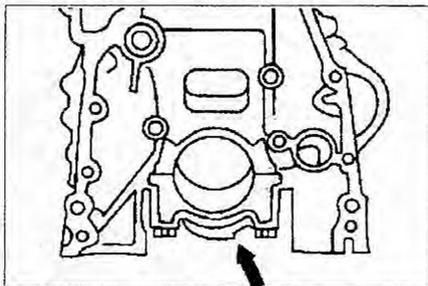

Рис. 2.57. Проверка правильности установки крышек коренных подшипников.
14. Установите крышки коренных подшипников. Если крышка установлена правильно, ушко (стрелка) на крышке должно быть смещено влево, если смотреть по направлению движения (т.е. со стороны впускного коллектора) (рис. 2.57).